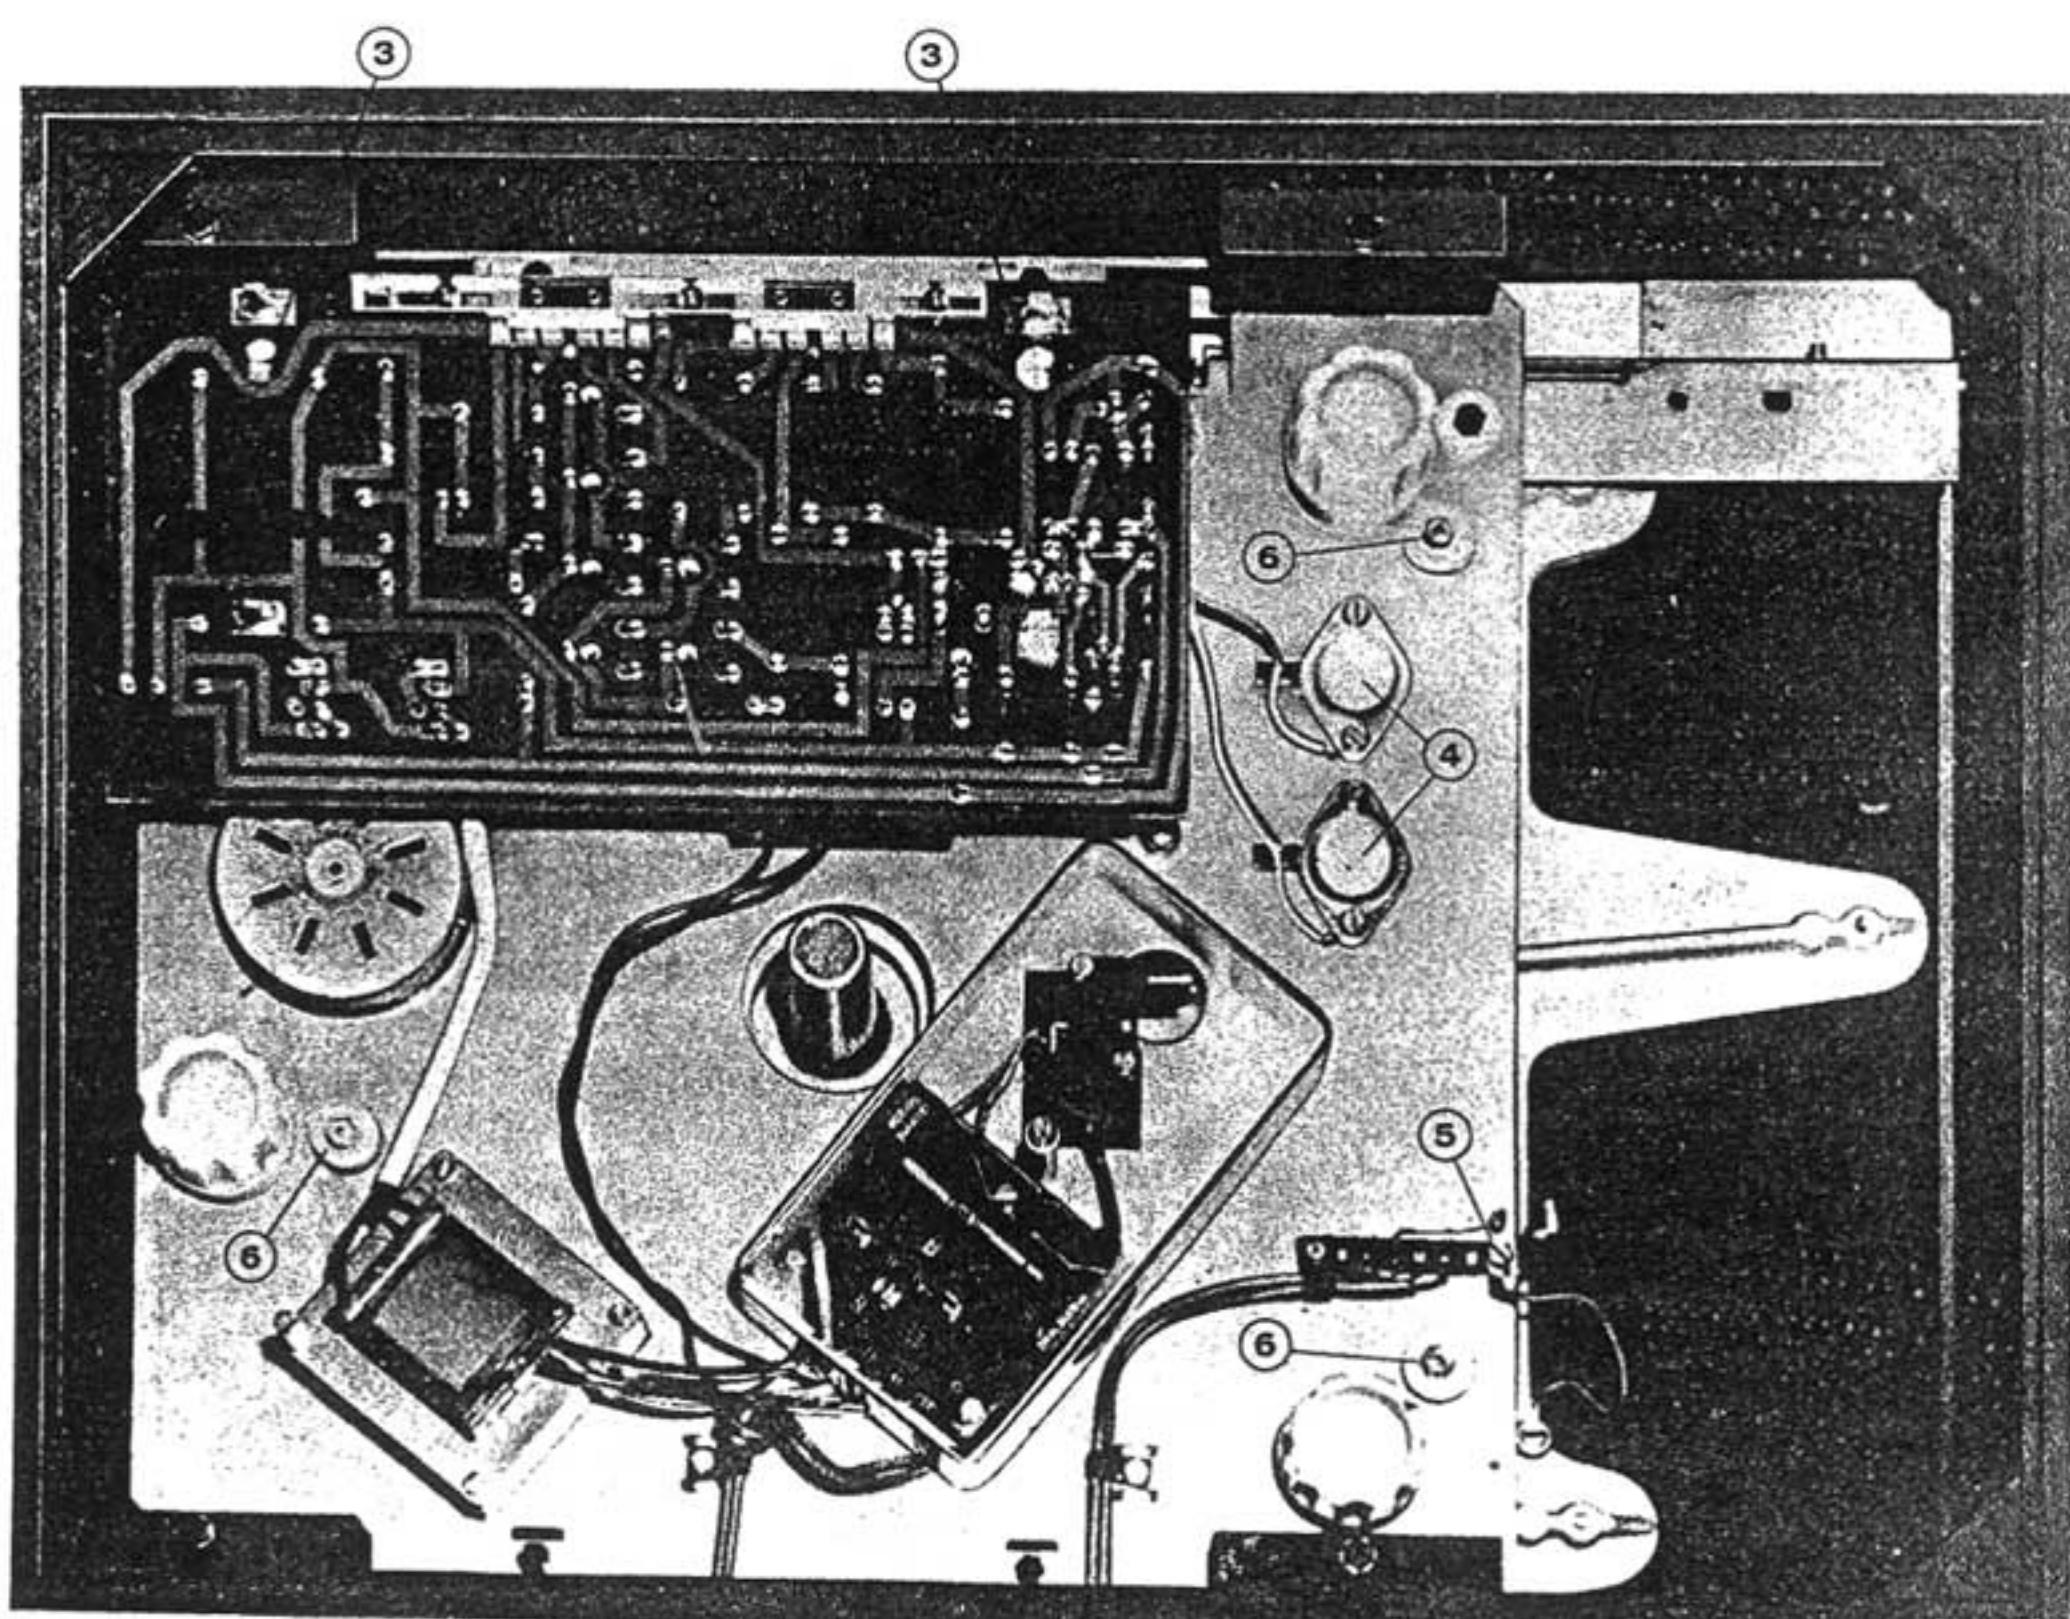

FIG. 4
Die gesamte Steuerelektronik kann nach Lösen der beiden Sechskant-Schlitzschrauben, die durch die Aussparungen der Printplatte zugänglich sind, abgenommen werden, Bild 4 (3).
The entire generator circuit board can be removed after unscrewing both hexagonal slot screws which are accessible through the holes in the printed circuit Fig. 4 (3).
The leads to the power transistors Fig. 4 (4) should be unsoldered at the transistors. The code is:
Die Verbindungen zu den Leistungstransistoren Bild 4, (4) werden zweckmässigerweise an diesen selbst abgelötet. Die Farbzuordnungen sind
Dazu wird zunächst die Masseverbindung zwischen beiden Chassis getrennt, Bild 4 (5). Dann werden die Muttern, Bild 4 (6) gelöst und die darunter befindlichen Scheiben entfernt. Nun kann das Schwingchassis abgehoben werden.
Unscrew the earth connecting cable between both chassis at one end Fig. 4 (5). Unscrew the nuts Fig. 4 (6), remove the spring washer, the spacer and the rubber grommet which are situated under every knurled nut. Now the spring suspended chassis can be removed.